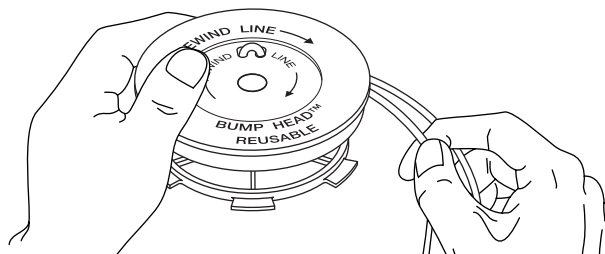

Fig. 17
7. Enroulez les fils en couches uniformes serrées sur le moulinet (Fig. 17). Enroulez le fil dans le sens indiqué sur le moulinet intérieur. Placez votre index entre les deux fils pour les empêcher de se superposer. Ne superposez pas les extrémités du fil. Passez à l'étape 11.